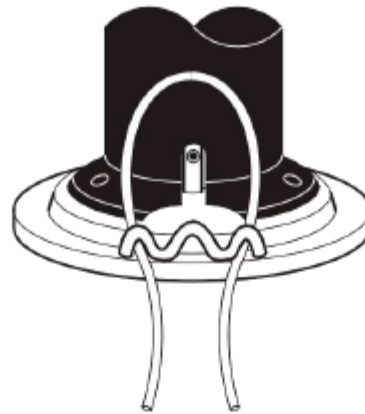

Figure 13
4. Führen Sie den neuen Faden wie in Abbildung 13 gezeigt in die Halterung ein.